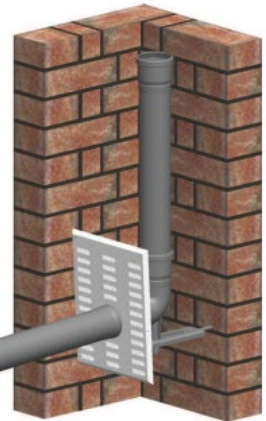

Abb. 1 Dehnungsaufnahme langer Leitungsabschnitte durch Langmuffen
- Lange mouw tot 3 cm uitzetting (Fig. 1+2)
- Verschuifbare buisklemmen voor ophangingen en steunen (Fig. 1)